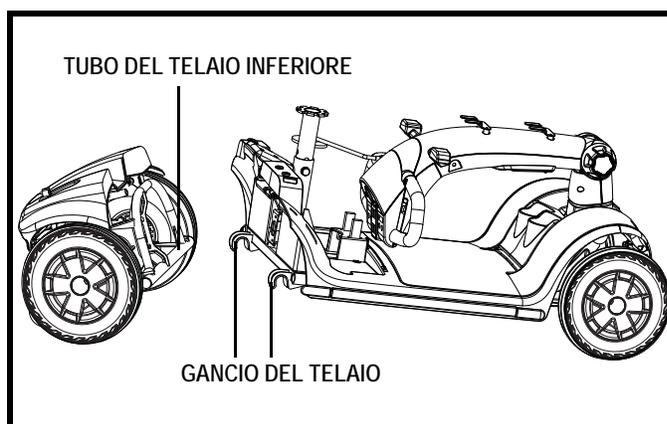

Figura 21. Separazione telaio
4. Sollevare la parte anteriore fino a quando i ganci del telaio della parte anteriore si separano da quella posteriore. **Vedere figura 21.**
5. Separare lentamente le due parti. **Vedere figura 21.**
1. Posizionare sezione posteriore e sezione anteriore dello scooter come da **figura 21.**